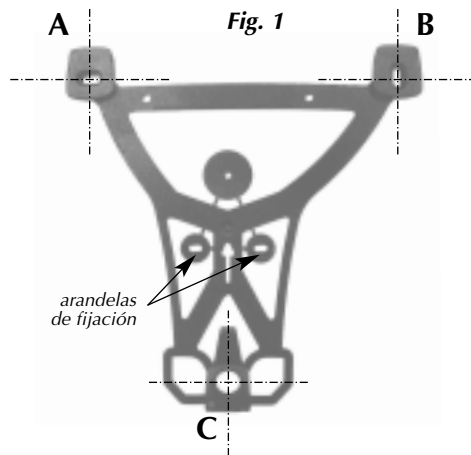

Fig. 1
- Marcar los puntos de fijación de la brida de sujeción (A, B et C, Fig. 1).